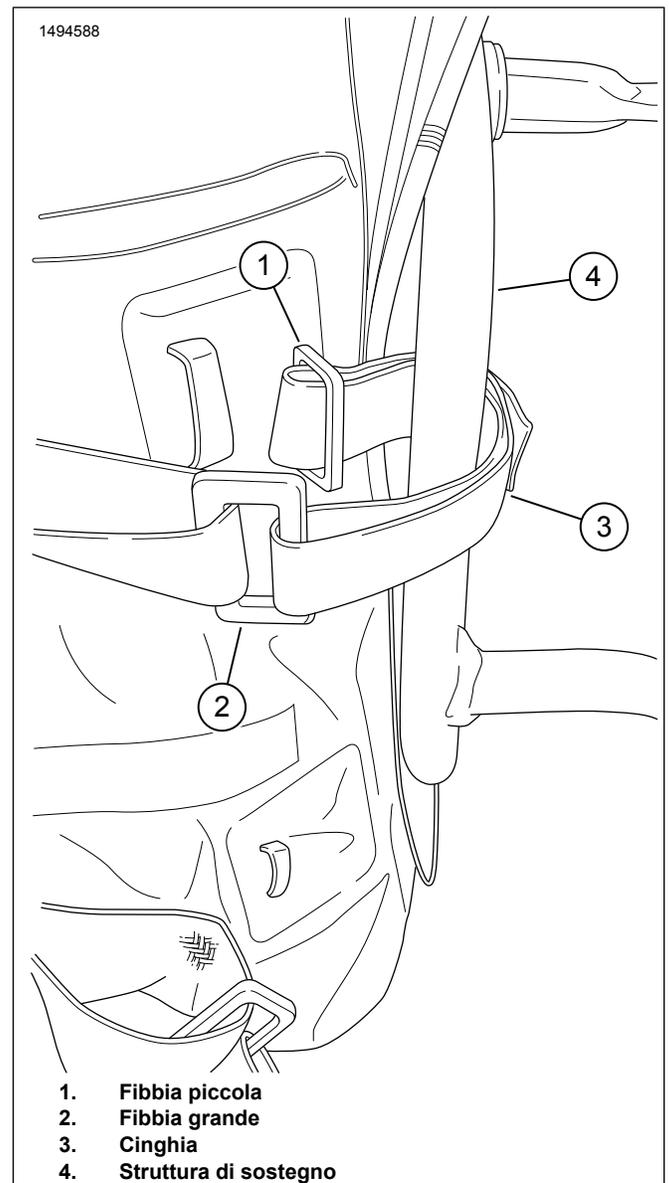

Figura 5. Cinghia di tensionamento - Procedura 1
7. Figura 5 Avvolgere le cinghie di tensionamento della borsa (3) attorno alla struttura di sostegno (4).